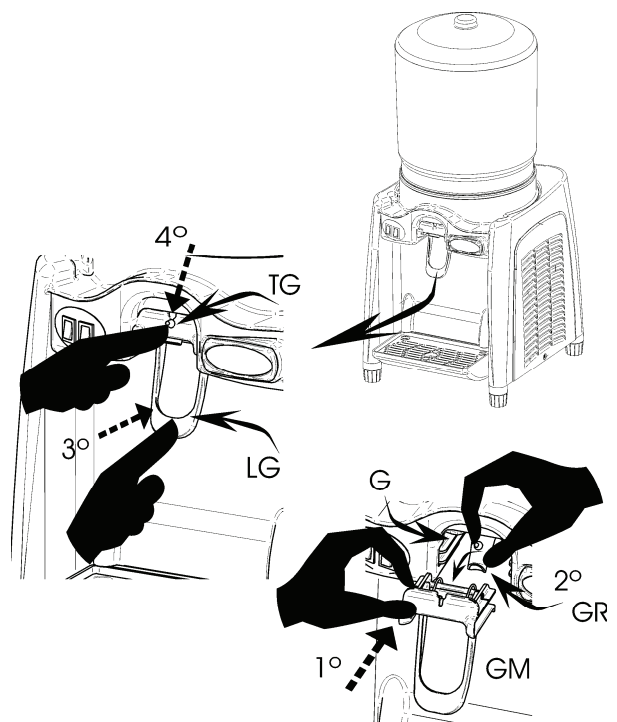

Abbildung 15
14.- Den Hahnkörper (**GM**) mit einer Hand in die Führungsschienen einführen (**1**) und mit der anderen Hand das Gummistück (**GR**) in seine Aufnahme im Hahnkörper einsetzen (**2**); den Hebel (**LG**) mit einer Hand herunterdrücken (**3**), während mit der anderen Hand (**4**) der Rastzapfen des Gummistücks (**TG**) in seine Aufnahme eingesetzt wird. (**Abb. 15**).